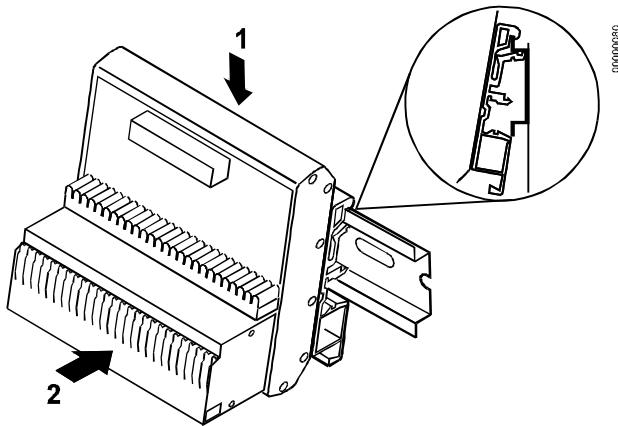

Abb. 37 Montage der Phoenix-Klemmenblöcke
2. Montieren Sie die Phoenix-Klemmenblöcke auf einer DIN-Schiene, wie in Abb. 37 gezeigt.